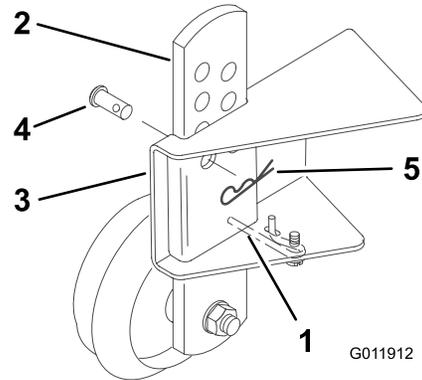

Bild 4
5. Biegen Sie die Feder durch, schieben Sie die Einstellplatte der Radstelze auf die Radstelzenhalterung des Mähwerks und befestigen Sie sie mit dem Stift und Splint (Bild 4).